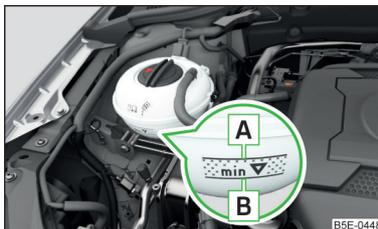

Abb. 200
Die Bezeichnung des Kühlmittels ist auf dem Kühlmittelausgleichsbehälter aufgeführt » Abb. 200 auf Seite 204.
- Das Kühlmittel nicht über die Markierung **A** auffüllen » Abb. 200 auf Seite 204.
### Kühlmittelausgleichsbehälter » Abb. 200
► Den Kühlmittelstand am Kühlmittelausgleichsbehälter prüfen » Abb. 200.
Bei betriebswarmem Motor kann das Prüfergebnis ungenau ausfallen. Der Stand kann auch über der Markierung **A** » Abb. 200 liegen.